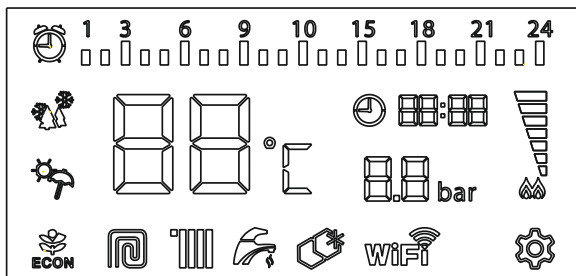

Рис. 6
3.11 Интерфейс жидкокристаллического дисплея (рис. 6, табл. 4)